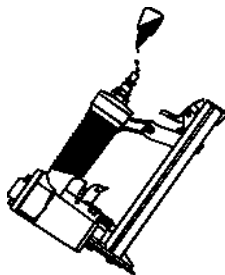

Abb. 3
1. Die Sperre nach unten drücken und das bewegliche Magazin entriegeln. Danach das Magazin vollständig herausziehen, siehe Bild 3.